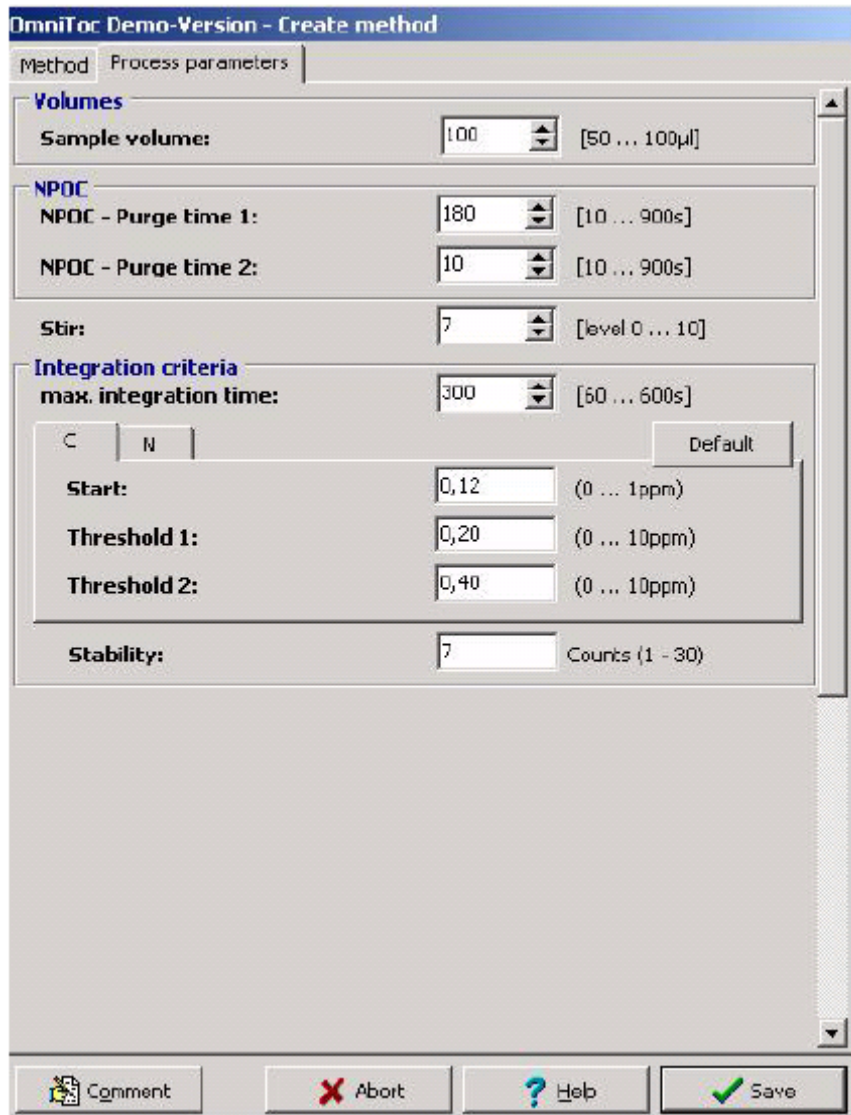

图35 Create Method (创建方法) 窗口——Process Parameters (参数设置) 选项卡
8. 在Process Parameter（参数设置）选项卡（图35）下，在Volume and Sample Volume（体积和样品体积）下的框中输入样品体积。